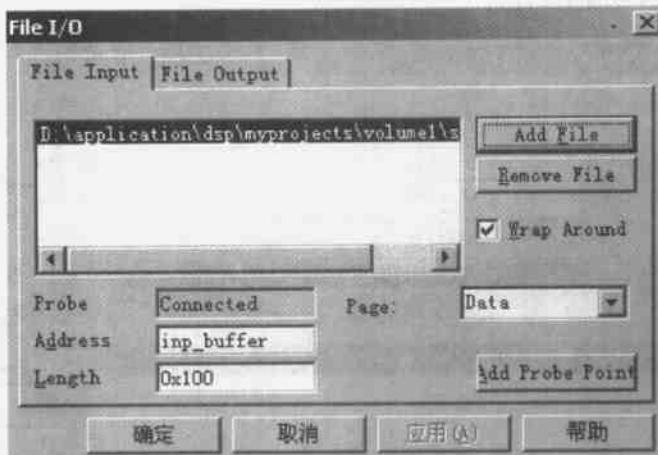
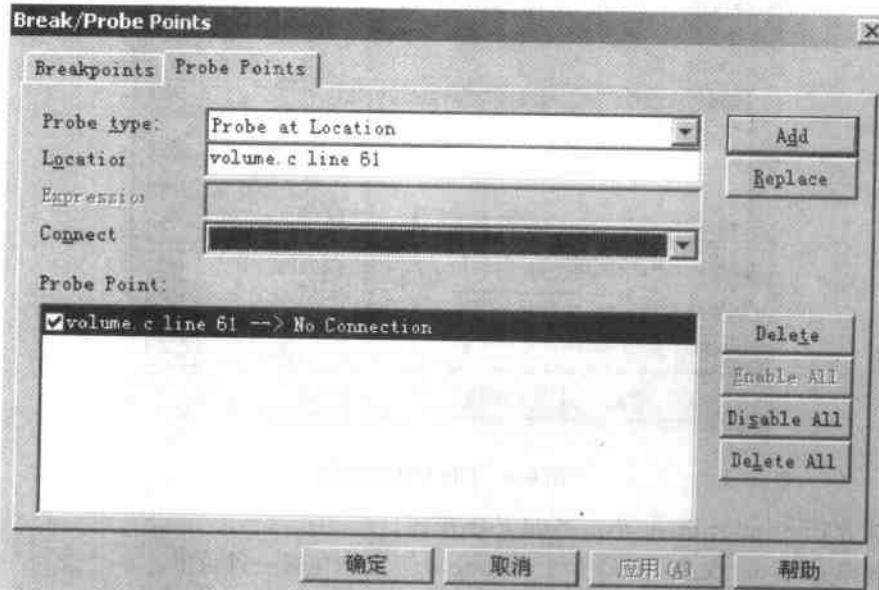

图 6.8 File I/O 对话框
图 6.10 探测点设置对话框
- (1) 单击工程工具栏上的图标，或者在 Project 菜单上单击 Rebuild All 命令，重新生成可执行程序 volume.out。
- (2) 在 File 菜单上执行命令 Load Program，选择 volume.out 并打开。
- (3) 在工程视图中双击文件 volume.c，在右边的编辑窗口中显示源代码。
- (4) 将光标移动到 main() 函数中的 dataIO() 代码行，在工程工具栏上单击图标，添加探测点。
- (5) 在 File 菜单上执行命令 File I/O，将弹出如图 6.8 所示的 File I/O 对话框。
(10) 在如图 6.8 所示的 File I/O 对话框中，单击 Add Probe Points 按钮，将弹出如图 6.10 所示的探测点设置对话框。